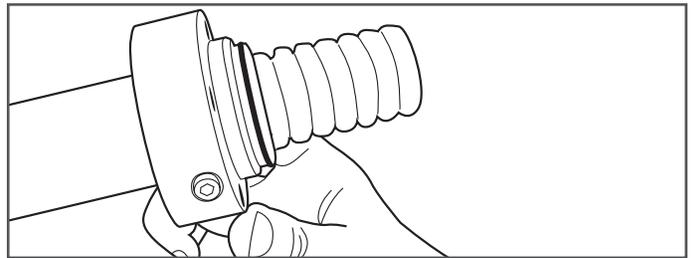

Figure 7-16
17. Préparez le tuyau DoubleTrac® pour la découpe finale. Faites glisser la partie centrale du raccord dans le tuyau DoubleTrac® jusqu'à ce qu'elle touche le fond (Figure 7-16).